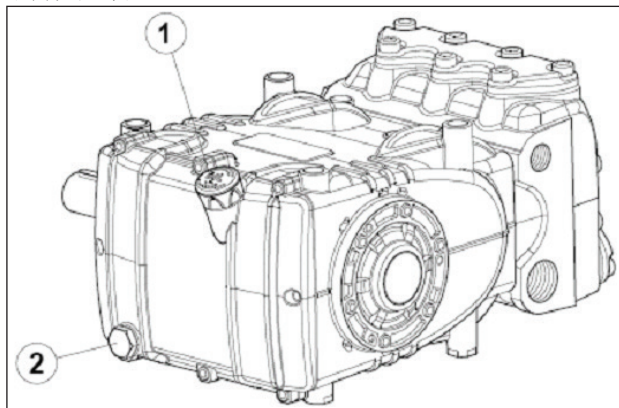

图1
机械部件的维修作业必须从泵壳中排油后再进行。排油时必须拆除：油位尺（部件号①），接着拆除塞子（部件号②，图1）。